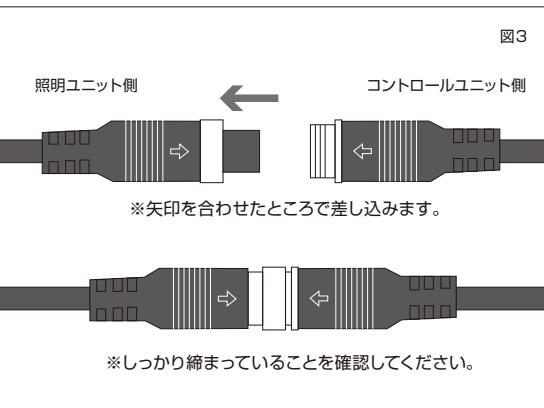

図3
- 照明ユニットにコントロールユニットおよびACアダプターを接続します。(図1、図3) ACアダプターに電源コードを接続し、電源プラグを差し込み口に差し込み、コントロールユニットのスイッチをONにするとライトが点灯します。消灯する場合は、スイッチをOFFにします。
- Connect the Control Unit and AC adapter to the Lighting Unit(Fig1,Fig3). Connect the Power Supply Cord to the AC adapter, plug the Power Plug into the electrical outlet, and turn the switch of control unit ON and the light turns on. To turn off the light, turn the switch OFF.